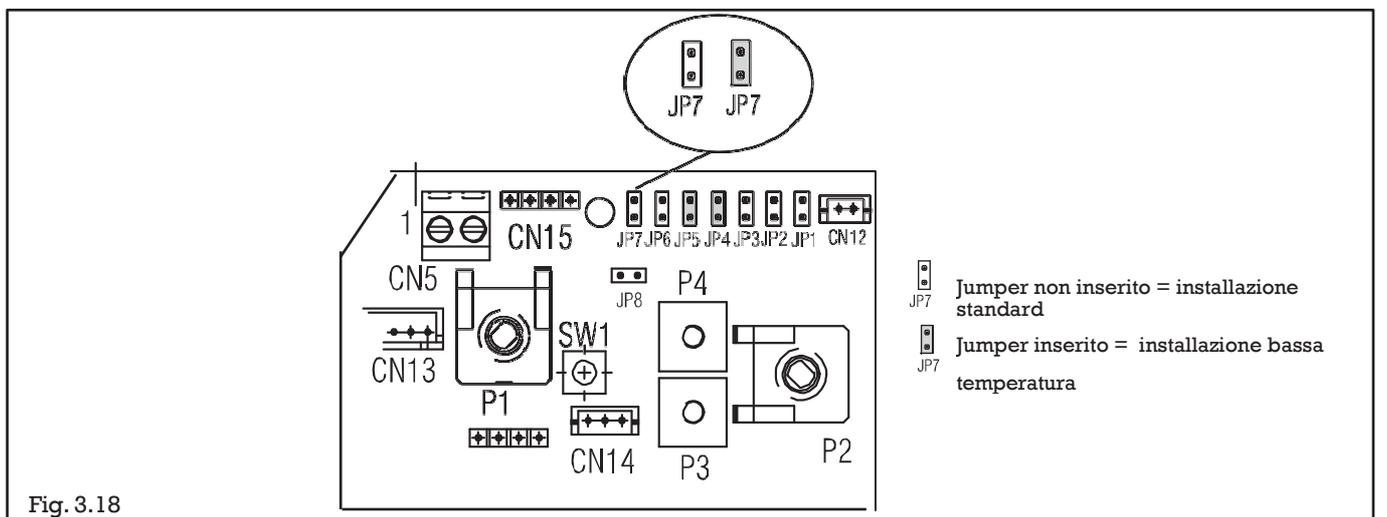

Fig. 3.18
I jumper JP sono sul lato posteriore destro della scheda (fig.3.18):
- agire sul potenziometro P3 (Fig. 3.18) per regolare la pendenza. Il valore della pendenza appare sul display per 3 secondi (dividere il valore per 10 : il valore 2 sul display corrisponde a un grado di 0,2).